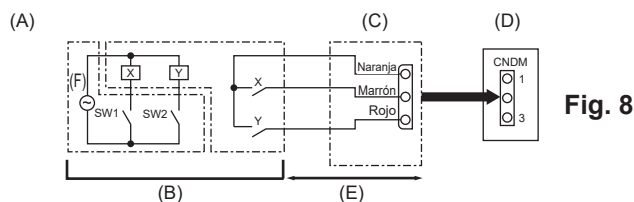

Fig. 8
8.1. Modo de reducción del ruido (modificación in situ) (Fig. 8)
8.2. Función de demanda (modificación in situ) (Fig. 8)